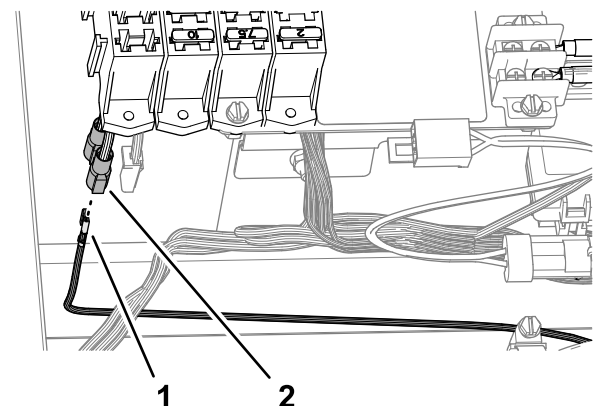

Figura 20
3. Inserite il connettore a forcella isolato con l'etichetta OPTIONS POWER del portafusibili nel terminale a forcella con l'etichetta HORN POWER del cablaggio preassemblato del kit (Figura 20).